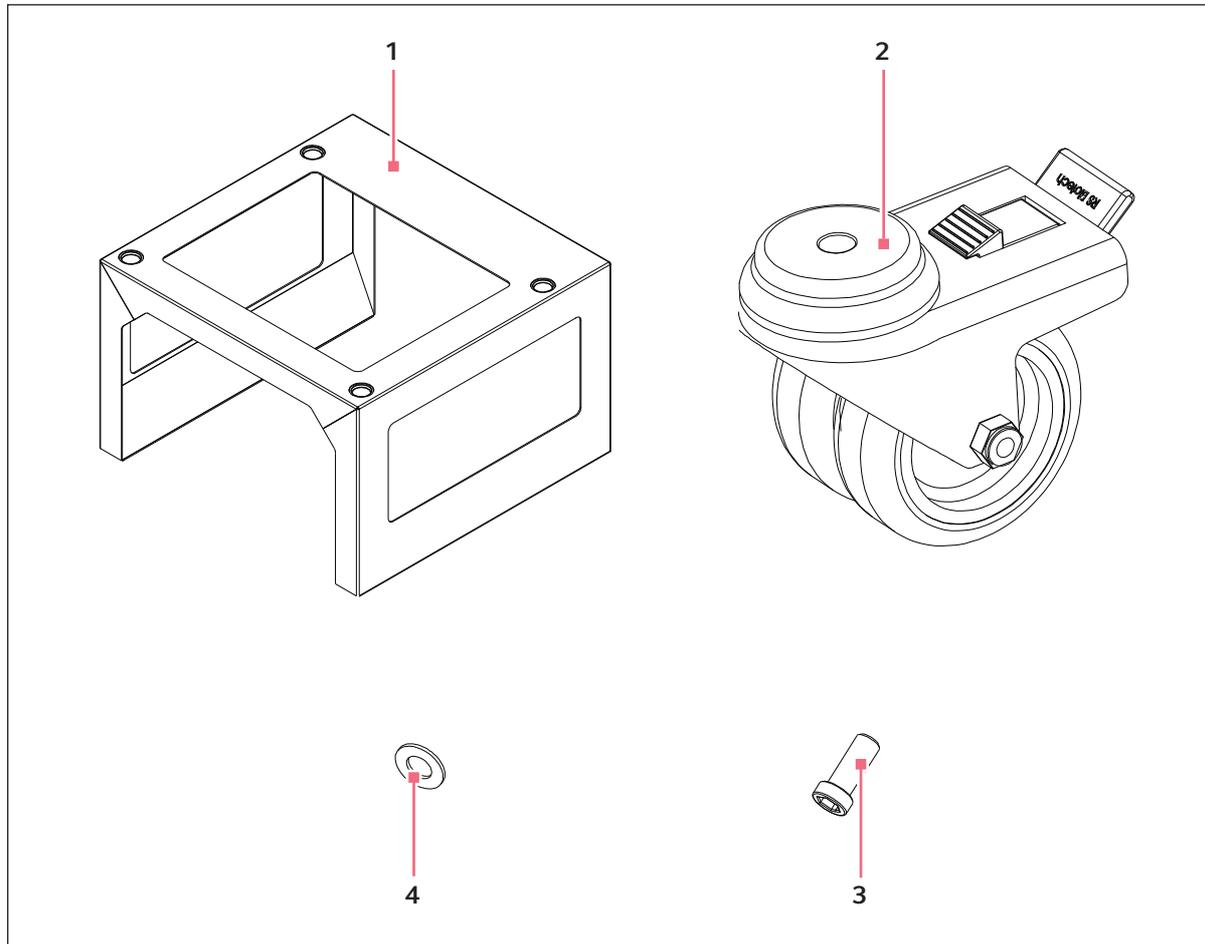

Abb. 11-2: Bestandteile des Untergestells
2. Identifizieren Sie das Untergestell, die Laufrollen, die M10-Sicherungsmuttern und die Scheiben (siehe Abb. 11-2 auf S. 74).